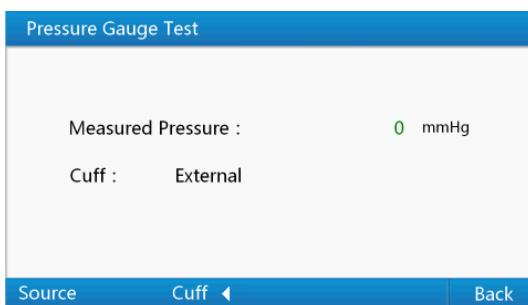

Figura 13 Interfaccia del test del manometro
- Gauge**", premere il "tasto di Invio" per accedere all'**interfaccia "Pressure Gauge Test"** (Test del manometro) mostrata nella Figura 13. Per l'accesso rapido a questa interfaccia è possibile utilizzare il tasto numerico "3". Il valore visualizzato in questa interfaccia è la pressione statica prodotta dall'apparecchiatura esterna. In questa interfaccia, premendo il "tasto Indietro" è possibile tornare a "**Pressure Test Menu**" mentre premendo il "tasto di Invio" è possibile accedere all'**interfaccia "Pressure Source Test"** (Test della fonte di pressione).